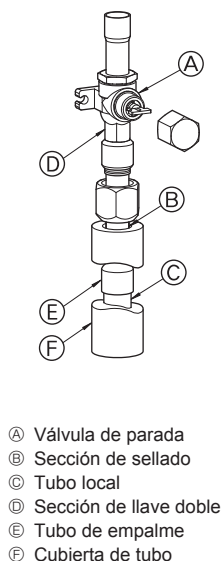

Fig. 4-3
- ③ Utilice el siguiente procedimientos para conectar el tubo del lado de gas. (Fig. 4-3) (SHW230)